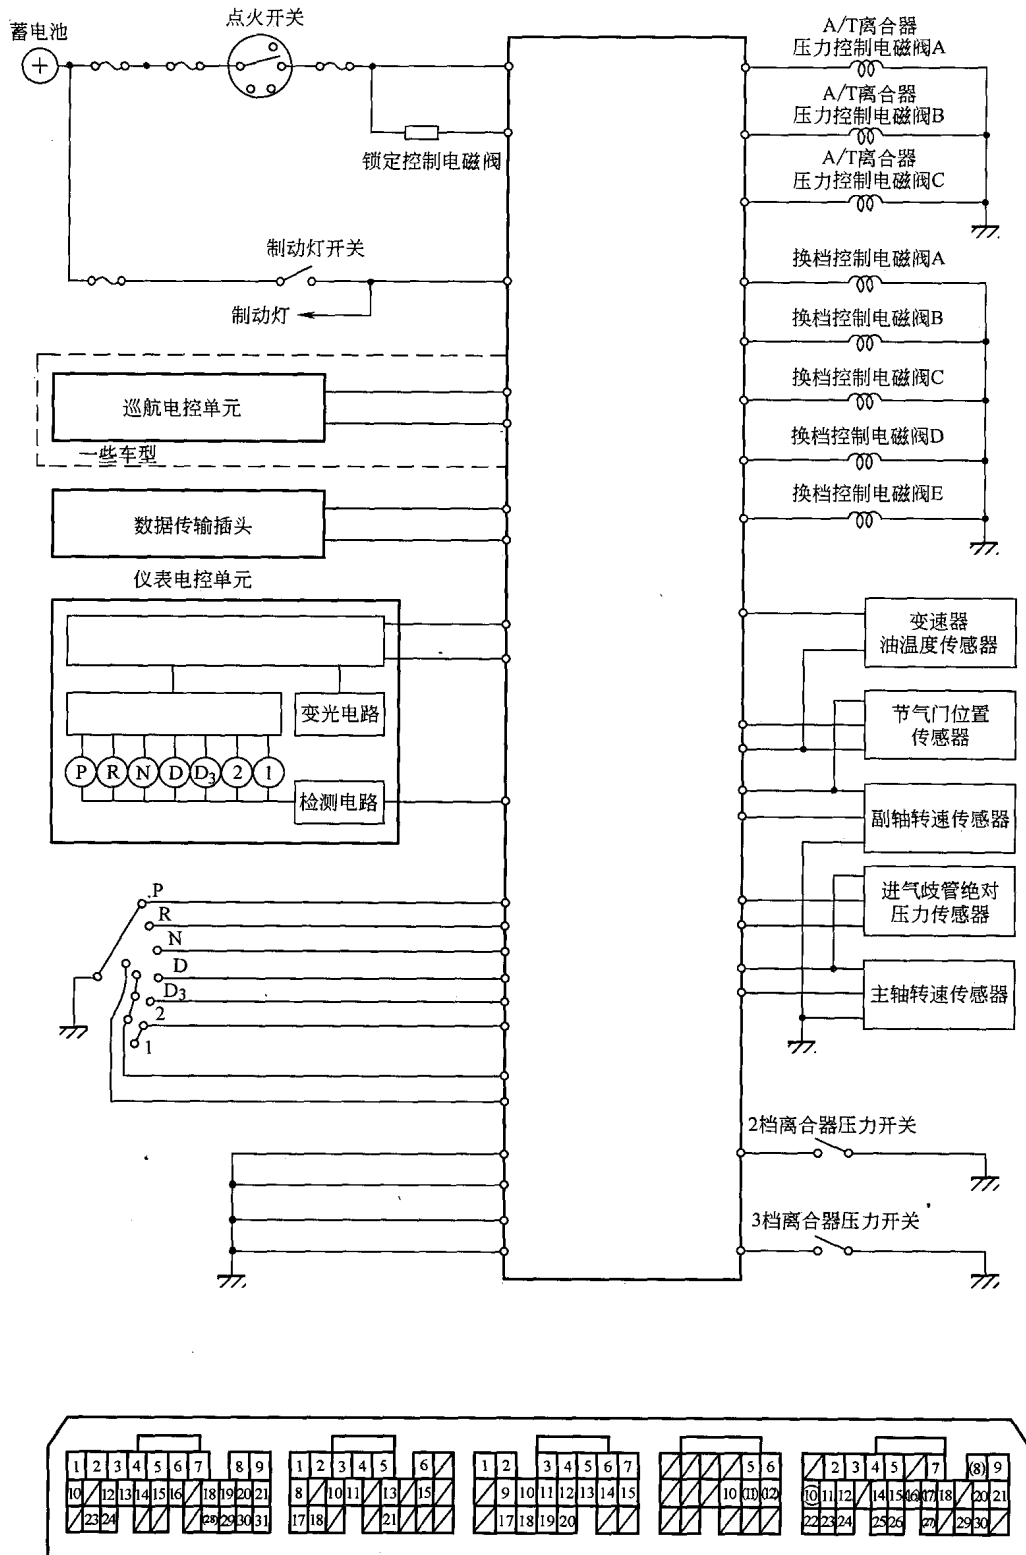

图 1-2-2 2003 年款车型自动变速器电控系统电路图 (一)
(2) 2003 年款车型自动变速器电控系统电路图见图 1-2-2 ~ 图 1-2-4。